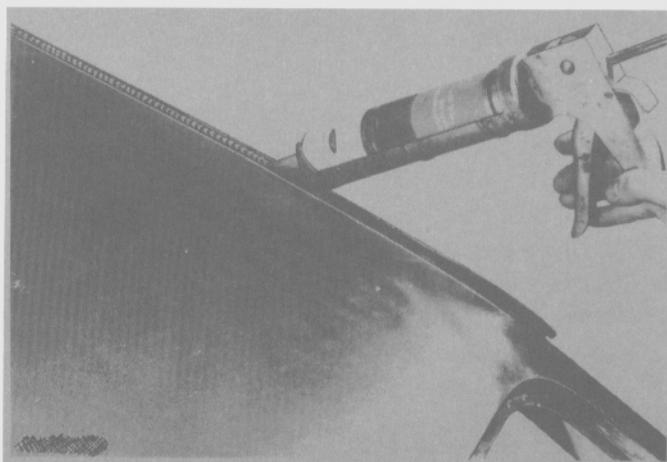

Fig. 63
- Sellar el gotero con un compuesto apropiado para juntas metálicas (Fig. 63) (ver Sección 6 A de este capítulo)